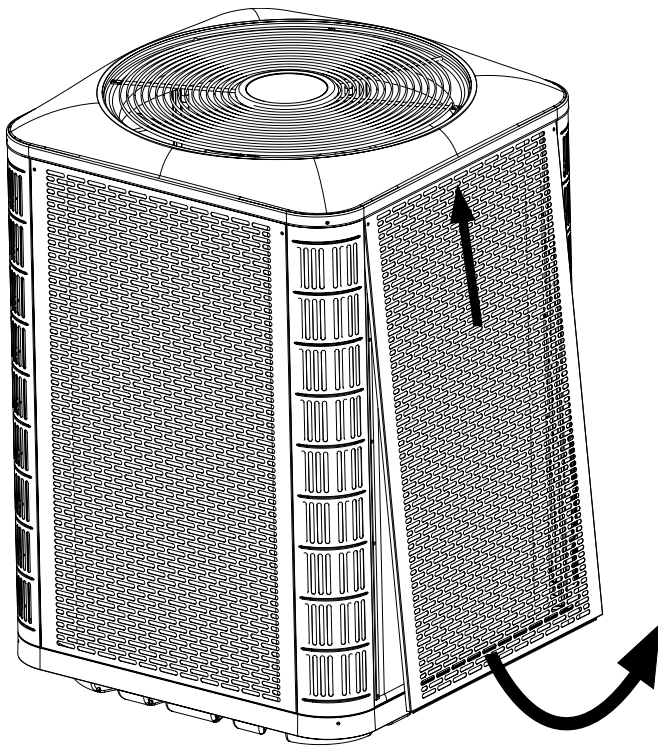
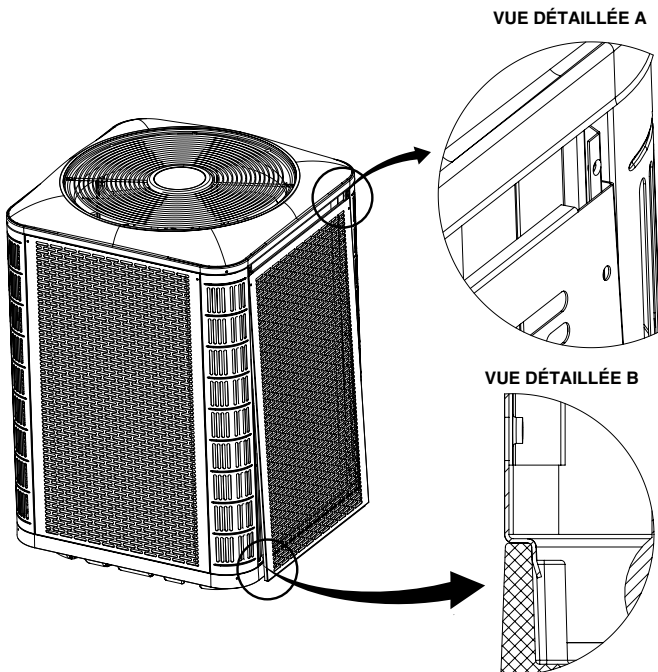

Figure 6. Désassemblage du panneau
Figure 7. Installation du panneau
- Pour accéder aux composantes internes de l'appareil, consultez la Figure 6 pour désassembler le panneau et la Figure 7 pour installer le panneau.
2. Glissez le panneau vers le haut et le bac supérieur pour dégager la bride inférieure du bac inférieur. Voyez la Figure 6 (page 9).
1. Insérez les coins supérieurs des brides latérales du panneau dans les rainures du montant de coin, tel que montré au Détail A de la Figure 7 (page 9).